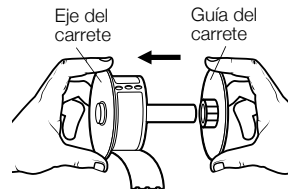

Figura 5
- 4 Sostenga el eje del carrete con la mano izquierda y coloque el rollo de etiquetas en el eje de manera que las etiquetas salgan por debajo y el borde izquierdo del rollo de etiquetas quede pegado junto al carrete. Consulte la Figura 5.